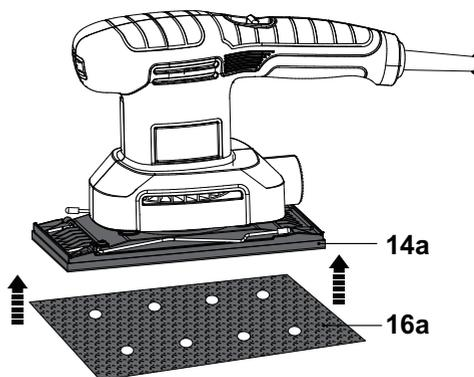

Fig. 4
- > Pressez légèrement la feuille abrasive (16a, 16b, 16c) pour la fixer à la semelle (14a, 14b, 14c) (Fig. 4, 5, 6).